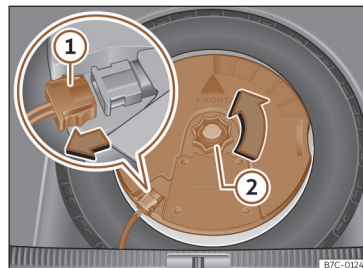

Fig. 236 En el maletero: desmontar el subwoofer.
- Desconecte el cable del altavoz *subwoofer* »» **fig. 236 ①**.
- Gire la ruedecilla de fijación en sentido contrario a las agujas del reloj»» **fig. 236 ②**.